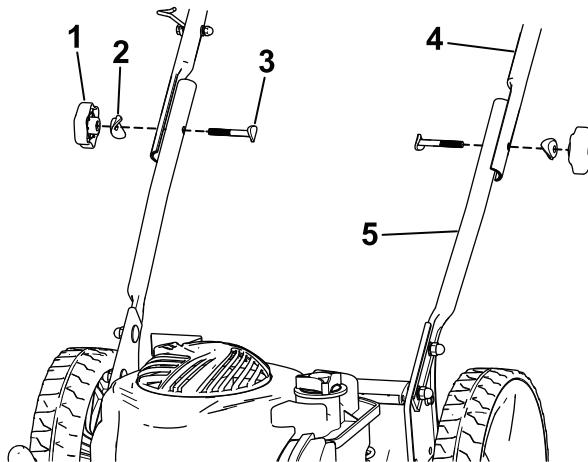

Bild 4
- Schraube (4)
- Flachscheibe (4)
- Geteilte Scheibe (4)
- Mutter (4)
- Befestigen Sie den oberen Holm mit zwei Handrädern, zwei Wellenscheiben und zwei Schrauben am unteren Holm. Ziehen Sie die Handräder des Holms mit der Hand fest (Bild 4).